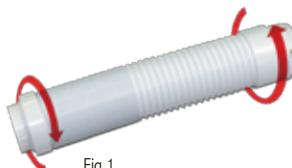

Fig 1.
A. Manguera de Escape y Conectores: Fig. 1
1. Adjuntar la parte rosada de uno de los Conectores de Manguera (4) a uno de los extremos de la Manguera de Escape (5), girándolo hacia la derecha.